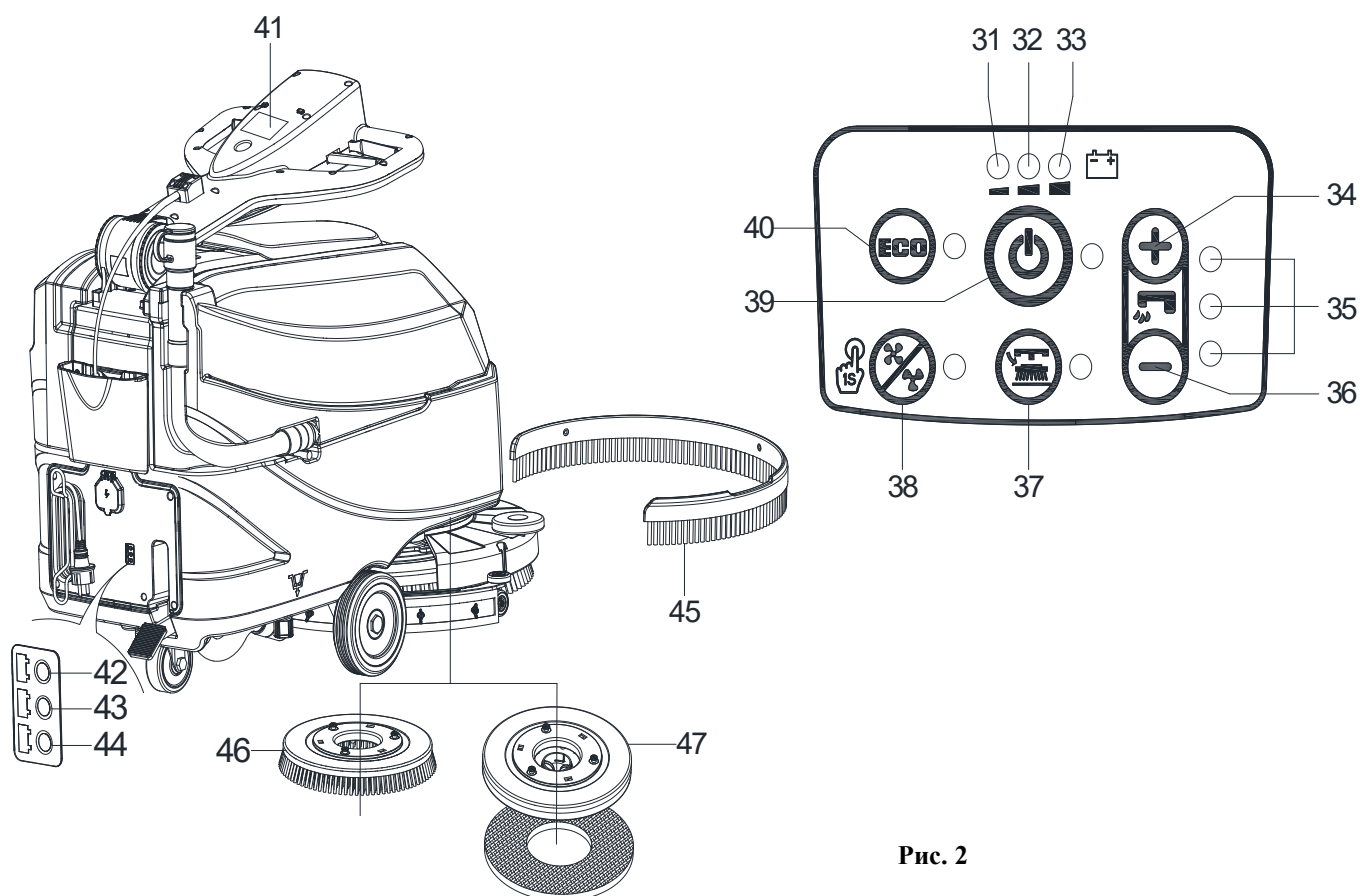

Рис. 2
## ПАНЕЛЬ УПРАВЛЕНИЯ (как показано на Рис. 2)
## ОКНО ПРОСМОТРА СВЕТОВОГО ИНДИКАТОРА ЗАРЯДНОГО УСТРОЙСТВА (как показано на Рис. 2)
2. Нажмите на переключатель (39, Рис. 2). Если включится зеленый предупредительный световой сигнал (33), батареи полностью заряжены. Если включится желтый (32) или красный предупредительный световой сигнал (31), батареи необходимо зарядить (смотрите процедуры в главе Обслуживание).